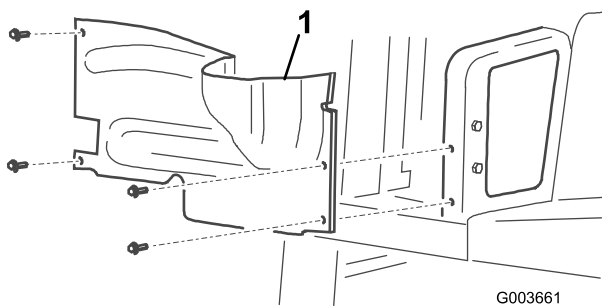

Figura 2
5. Rimuovere i 4 bulloni che bloccano la copertura della ruota destra al telaio e rimuovere la copertura (Figura 2).